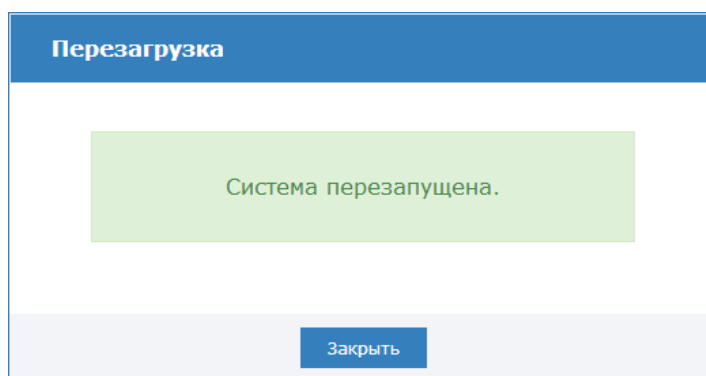

Рисунок 10.68 — Окно подтверждения завершения перезагрузки
4. По окончании процесса перезагрузки отобразится информационное окно (рисунок 10.68). Нажмите на кнопку **Закреть**.